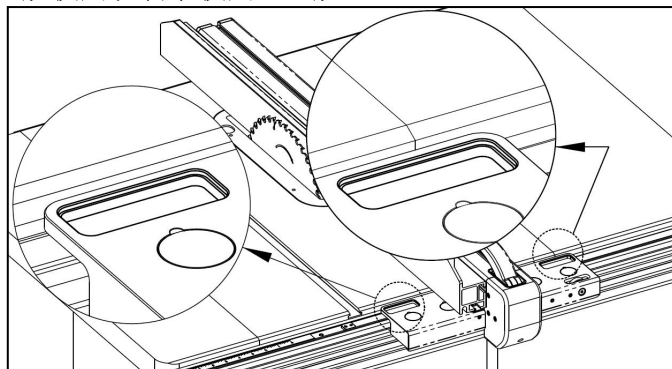

图 9-10
(3) 如图 9-10，用无水乙醇擦净滑块上的视窗安装区域。
(4) 在视窗安装区域涂 UV 胶，粘贴新的视窗。